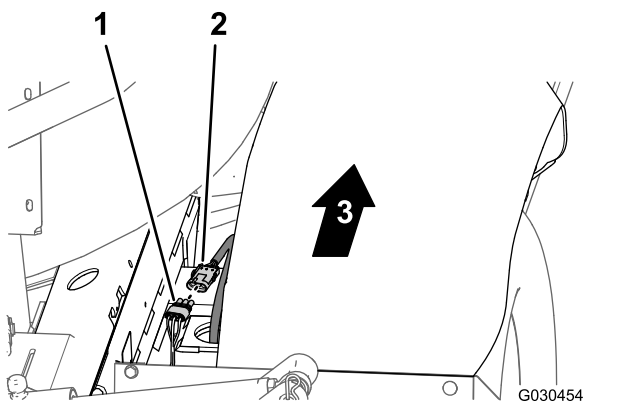

Figura 117
2. Na traseira da máquina (entre o tubo direito da estrutura e o guarda-lamas direito), desligue o conector de três pinos da cablagem do sensor de velocidade no motor de tração hidráulica direito no conector de três tomadas (sem marcação) da cablagem traseira (Figura 117).